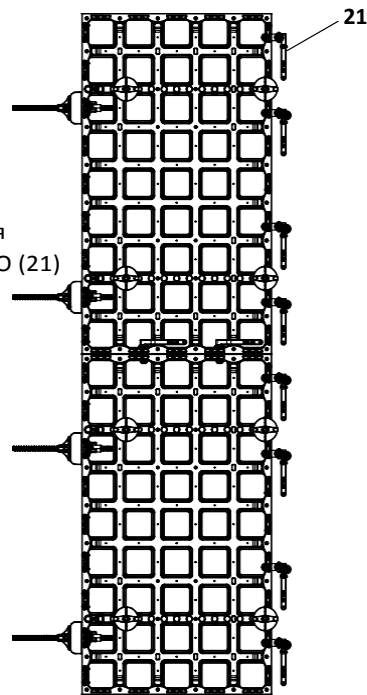

Fig. B9.02b
(Fig. B9.02b + B9.02c)
Свържете челното затваряне с останалия кофраж посредством 4 съединители DUO (21) за всеки елемент. (Fig. B9.02b)